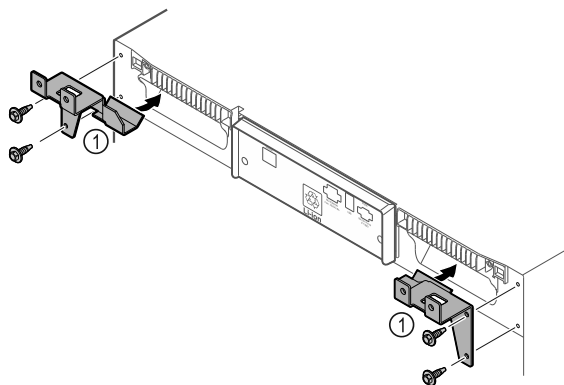

Fig. 8
- ▶ Pritvirtinkite laikančiąsias dalis Fig. 8 (1) pridedamais varžtais prie prietaiso.